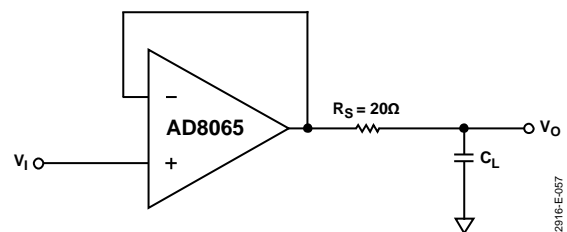

图57. 输出隔离电阻
- 如图57所示，将一个小电阻(R_S)与输出端串联，从而将负载电容与放大器的输出级隔离开来。电阻值最好选择为20 Ω (见图10)。